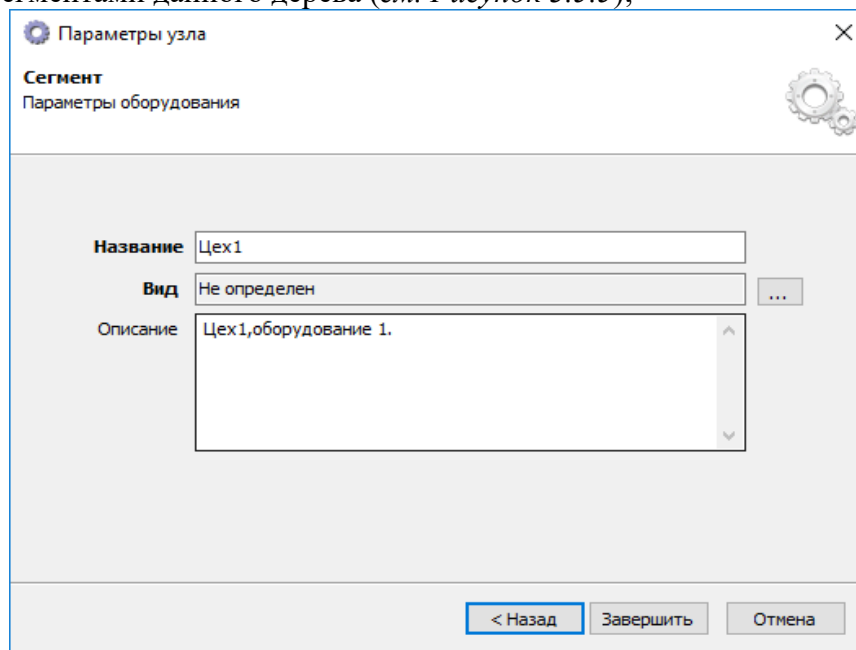
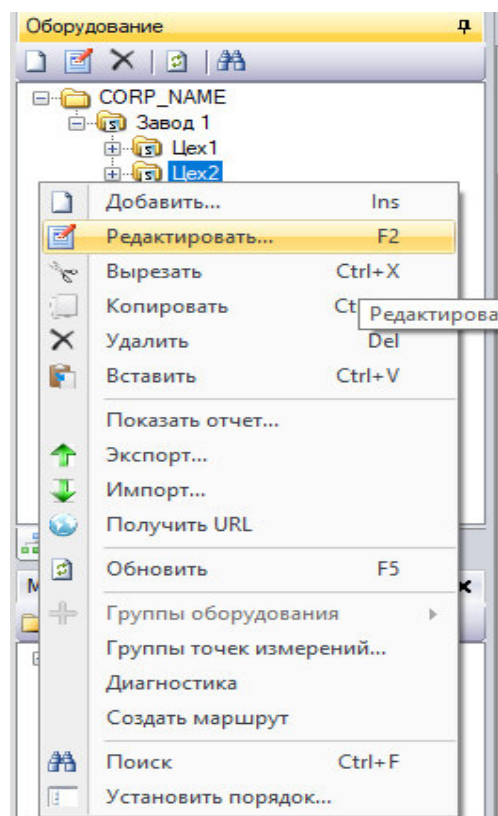

Рисунок 3.5.5
Рисунок 3.5.8
- аналогично создаются дополнительные элементы дерева сегментов. Например, в состав «Завод 1» можно включить цеха, которые также являются сегментами данного дерева (см. Рисунок 3.5.5);
Для редактирования созданных сегментов выбрать в контекстном меню пункт «Редактировать...» (см. Рисунок 3.5.8) и ввести новые значения в окне «Параметры узла» (см. Рисунок 3.5.5).